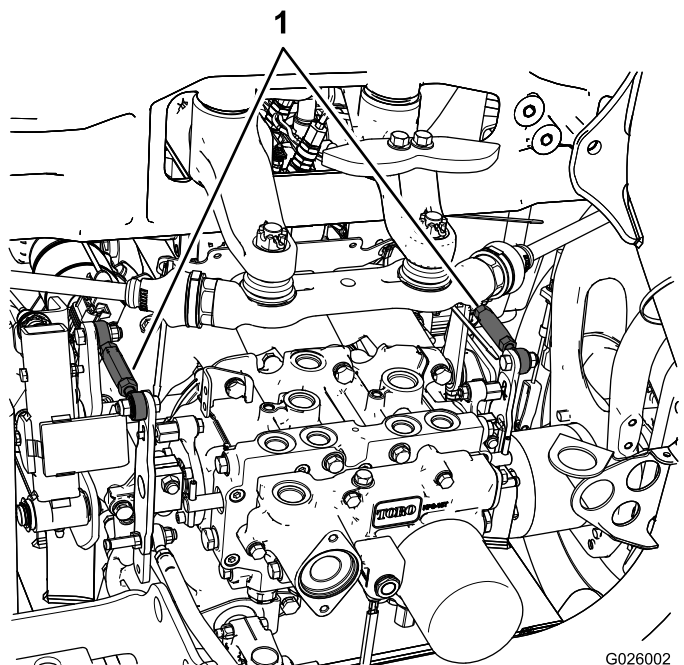

Figure 64
- Si la roue arrière gauche tourne, desserrez les écrous de blocage sur la tige de commande de transmission gauche (Figure 64).